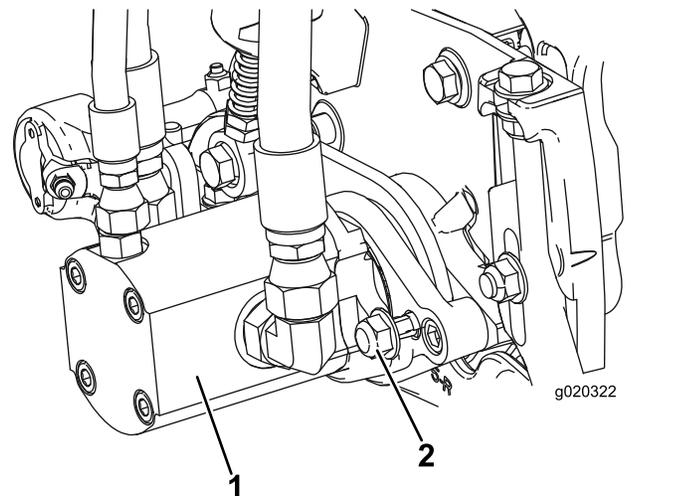

図 13
16. モータを右にひねってモータフランジのロックナットをかわしながらモータを取り付ける 図 13。モータを左にひねってフランジをナットに噛み込ませてセットし、ナットを締め付けて固定する。